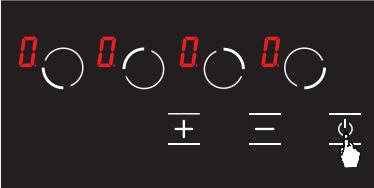

Abbildung 5
1. Ⓛ durch Berühren der Taste kann der Herd eingeschaltet werden. (siehe Abb. 5)